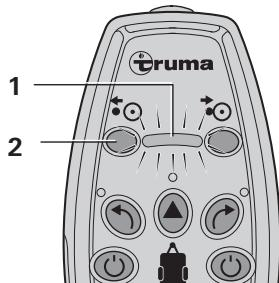

Figure 7
- Appuyer pendant 5 sec sur la touche (figure 7 - 2) de la télécommande et la relâcher ensuite. Le rouleau d'entraînement se replie. Lorsque le rouleau d'entraînement s'est complètement rabattu vers l'arrière, il avance à nouveau de quelques millimètres pour délester le mécanisme. Il convient d'attendre la fin de ce processus, qui est signalé par un clignotement de l'indicateur (figure 7 - 1).